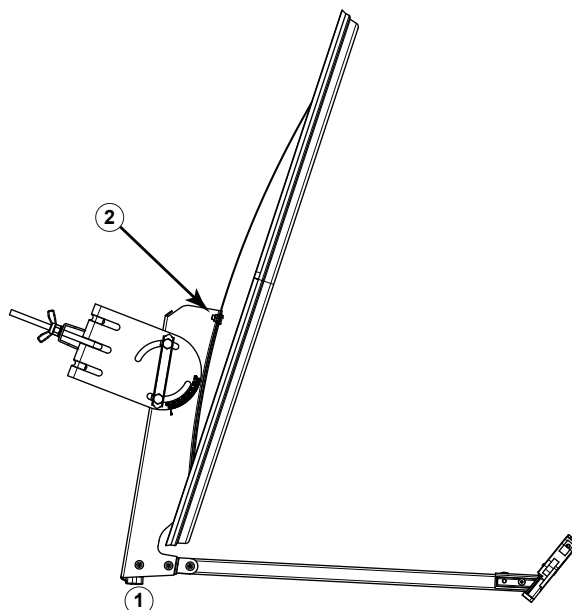

Abb. 4: Reflektor montieren
1. Den Feedarm nach unten klappen und mit der Sterngriffschraube ① festschrauben (Abb. 4).
2. Den Reflektor mit 4 oder 6 Schrauben ② am Tragarm befestigen (Abb. 4).
1. Die Flügelmuttern lockern und den Gewindebügel und die Schließschelle in Montageposition schieben (Abb. 4).